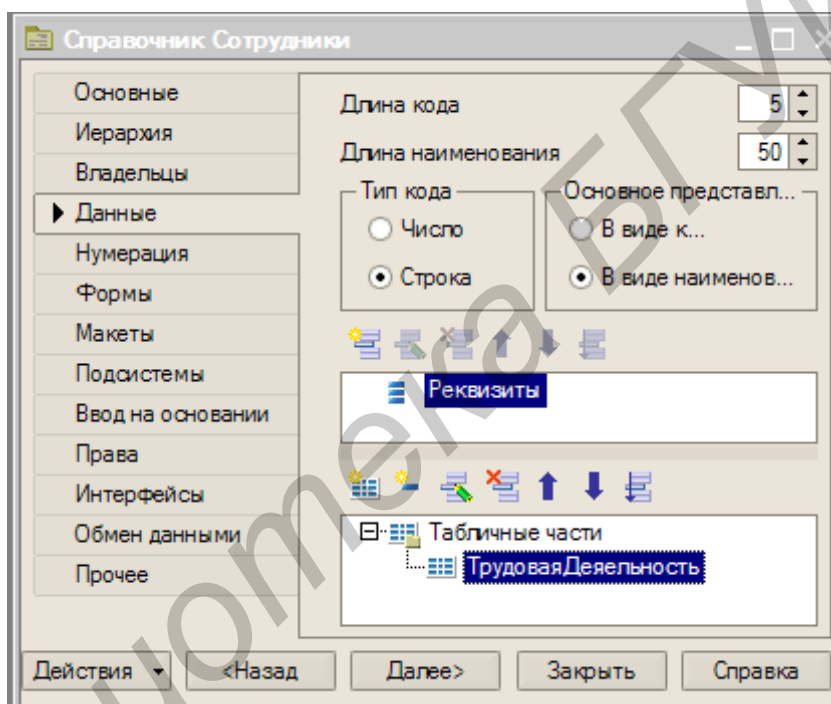
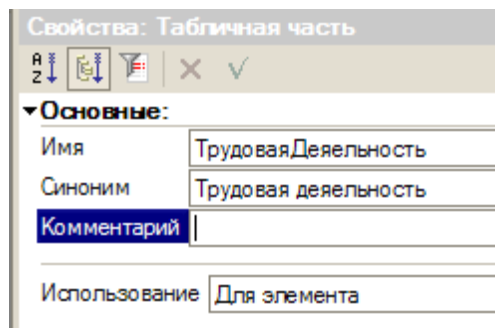

Рис. 4.8. Создание табличной части
Рис. 4.9. Редактирование табличной части
2. Добавьте в справочник «Сотрудники» новую табличную часть (рис. 4.8) и задайте ее имя (рис. 4.9).